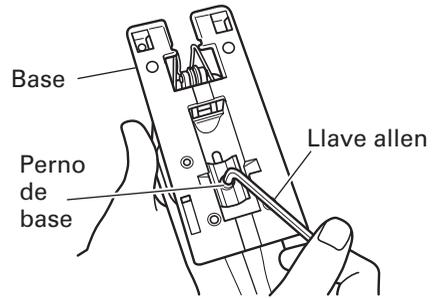

Fig. 11
- (1) Afloje el perno de base con la llave allen provista en la base. (Fig. 11)
- (4) Ajuste la posición orbital a "0".
**NOTA:** Para cortar con precisión utilizando la guía (Fig. 11), ajuste siempre la posición orbital a "0".
- (1) Afloje el perno de base con la llave allen provista en la base y mueva la base completamente hacia adelante. (Fig. 11, 12)
- (3) Apriete de nuevo el perno M5. (Fig. 11)
- (1) Retire la llave allen de la base.
- (2) Mueva la base completamente hacia adelante. (Figs. 11, 12)